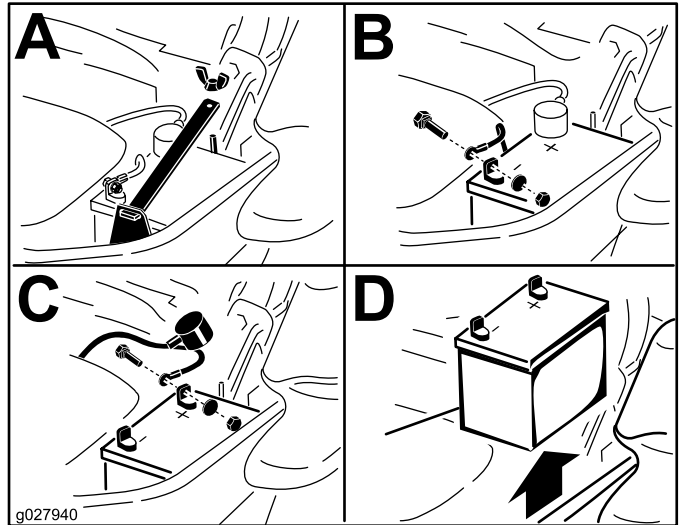

Figura 61
3. Desconecte el cable negativo (negro) de la batería del borne negativo (-) de la batería (Figura 61).
4. Retire la cubierta de goma roja del borne positivo (rojo) de la batería y retire el cable positivo (+) (Figura 61).
5. Retire la tuerca de orejeta que sujeta la abrazadera de la batería (Figura 61).
6. Retire la abrazadera (Figura 61).
1. Coloque la batería en la bandeja, con los bornes frente al depósito de aceite hidráulico (Figura 61).
4. Fije los cables con 2 pernos, 2 arandelas, y 2 contratuercas (Figura 61).
6. Instale la abrazadera y sujétela con la tuerca de orejeta (Figura 61).